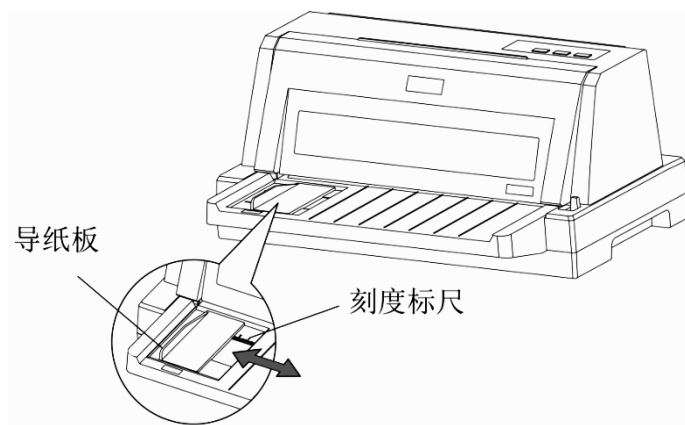

图 2
2) 载纸板左侧有一个进纸定位用的导纸板，如图 2 所示，导纸板可以左右移动。您可参考载纸板上的刻度标尺，移动导纸板到合适位置。